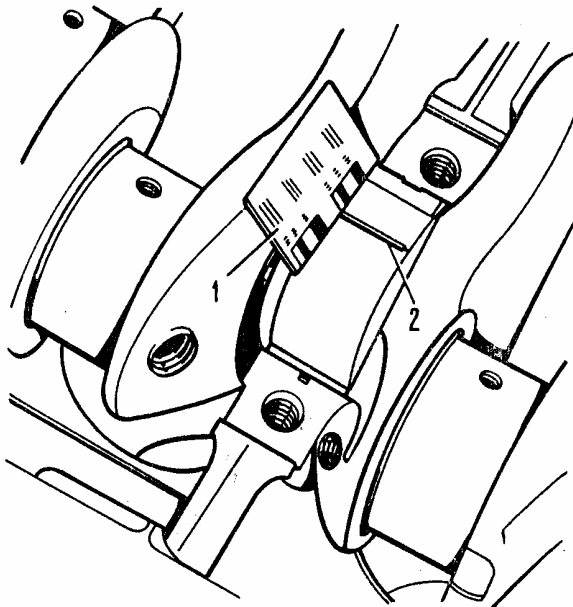

Fig. 2-37. Determinación de la holgura por la escala:
- quitar los sombreretes y, por el valor del aplastamiento del alambre según la escala de embalaje (fig.2-37), determinar el valor de la holgura.